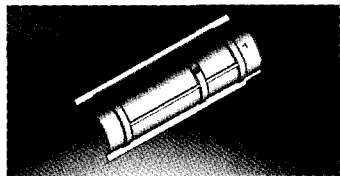

图2 衬套三维剖视
(4) 导向装置 导柱、导套是模架的导向装置，分布在模架后方两侧，主要作用是减少模具的错移，便于安装调整模具，提高锻件质量。导柱长度在设计时不仅保证模架在最小闭合高度时不顶滑块，而且还应保证锻模开启最大高度时，导柱与导套不脱开。导柱和导套相对滑动，为使其运动性能更好，不容易咬合，在中间加青铜衬套，衬套内表面应设计油槽，便于油脂润滑。衬套压装到导套内，为防止其转动（转动后黄油嘴错位，无法给导柱加油），压装后在端面加工螺纹孔，衬套结构如图2所示。